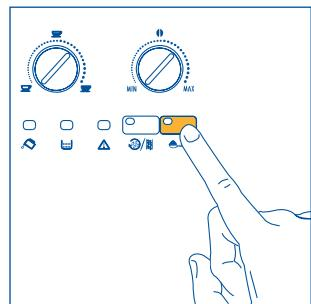

Fig. 18
- Trykk på tasten  for å velge funksjonen ferdigmalt kaffe (fig. 18). Lampen innenfor tasten tennes for å angi at funksjonen er valgt og at kaffekvernen ikke skal brukes.